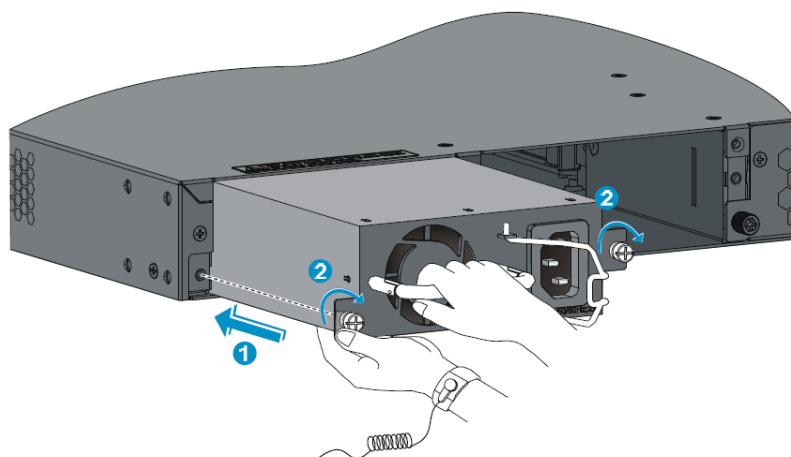

図 8-13 電源モジュールの挿入
- 3) 電源モジュールの挿入する向きを確認し、片手で電源モジュールのハンドルを持ち、もう一方の手で電源モジュールの底を持ち、電源モジュールをガイドレールに沿ってスライドさせてスロットにゆっくりと挿入してください。図 8-13の①を参照してください。
- 5) 電源モジュールを装置本体に固定するためにプラスドライバを使ってネジを固定してください。図 8-13の②を参照してください。